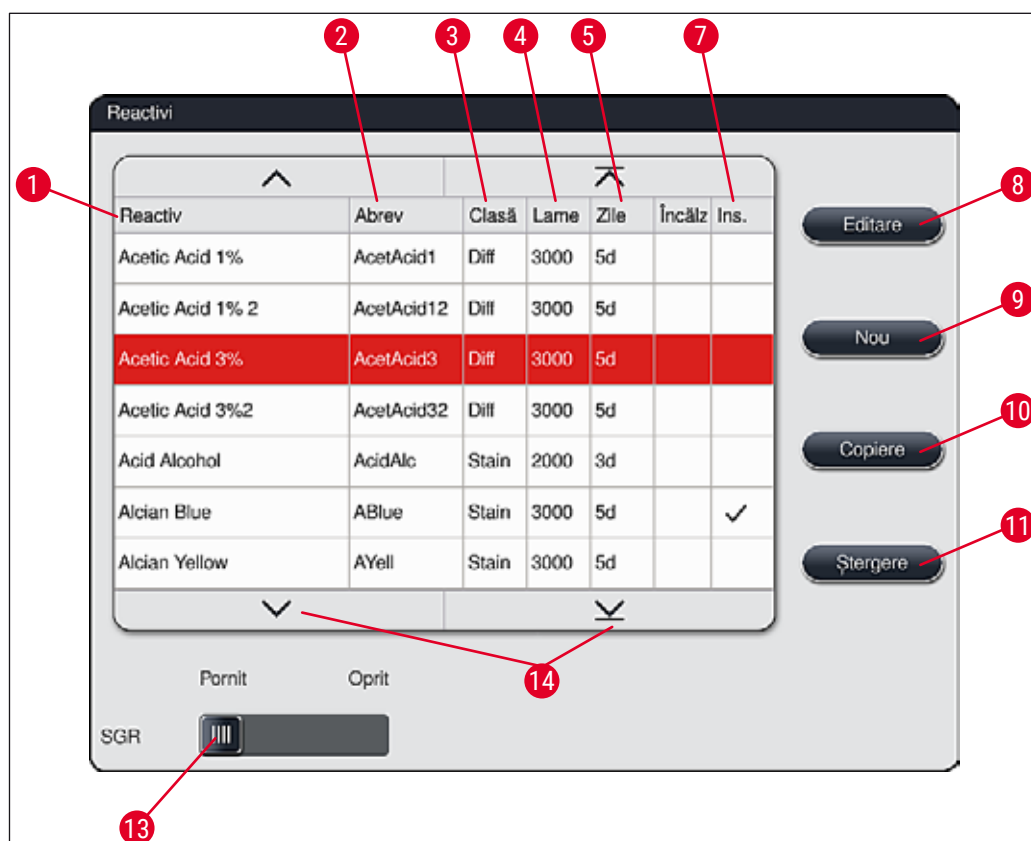

Fig. 35
- Marcați prin atingere reactivul de copiat din lista de reactivi (→ "Fig. 35") și apăsați tasta **Copiere** (→ "Fig. 35-10").
- Marcați prin atingere reactivul de modificat în lista de reactivi (→ "Fig. 35") și apăsați butonul **Editare** (→ "Fig. 35-8").